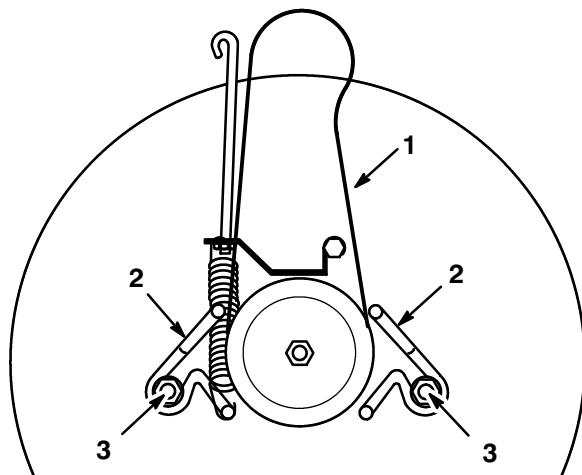

Figure 43
2. Desserrez les boulons de montage des guide-courroie et écartez ceux-ci de la poulie (Fig. 43).
1. Installez la courroie de rechange sur la poulie et dans les guide-courroie (Fig. 43).
2. Réglez les guide-courroie pour qu'ils se trouvent à 3 mm de la poulie. Serrez les boulons de montage (Fig. 43).